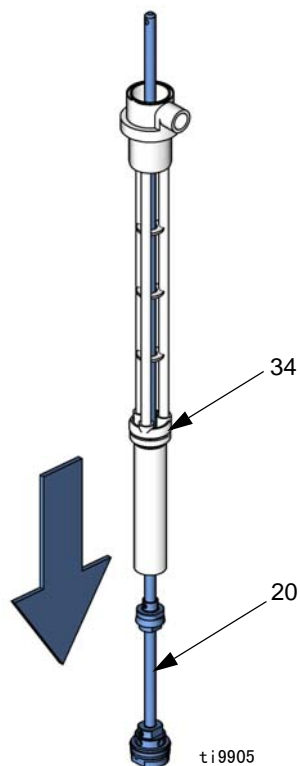

图 19
7. 将传动轴 (20) 拉出泵体 (34) 底部。参见图 19。